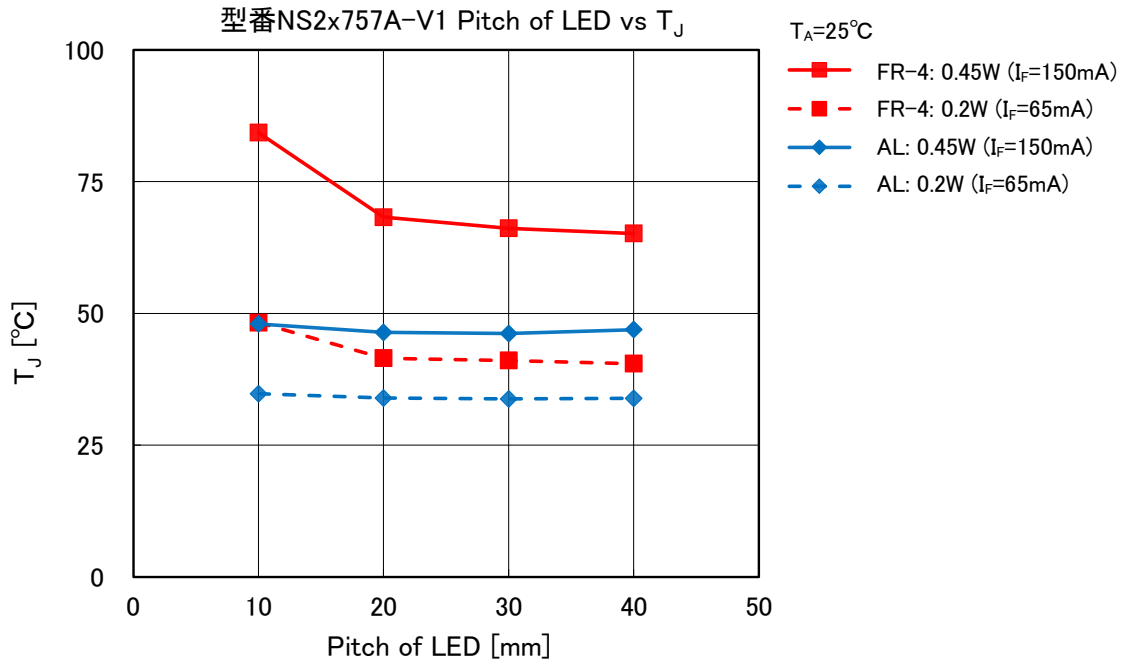

図 4. 型番 NS2x757A-V1 評価結果
0.2W( $I_F=65\text{mA}$ )と 0.45W( $I_F=150\text{mA}$ )における LED 実装ピッチと中心 LED の  $T_J$  の関係を図 4 に示します。FR-4 において、0.2W では 10mm 以上、0.45W では 20mm 以上のピッチを設けることで相互影響は小さくなります。また、アルミ基板では 10mm ピッチでも相互影響は小さく、狭ピッチでの配置が可能です。